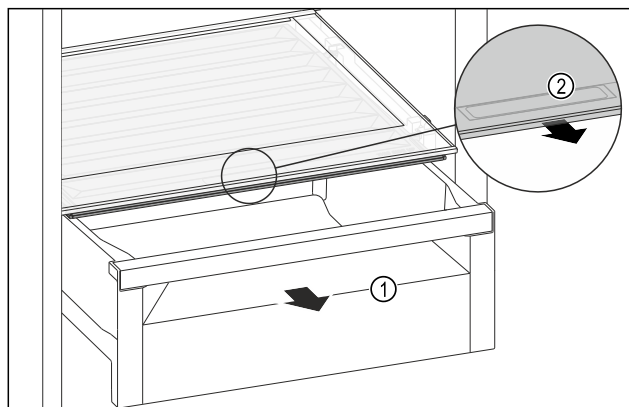

Fig. 168
- Estrarre il cassetto Fig. 168 (1).
- Afferrare la maniglia incassata Fig. 168 (2) sul coperchio dello scomparto e tirare allo stesso tempo in avanti il coperchio dello scomparto.